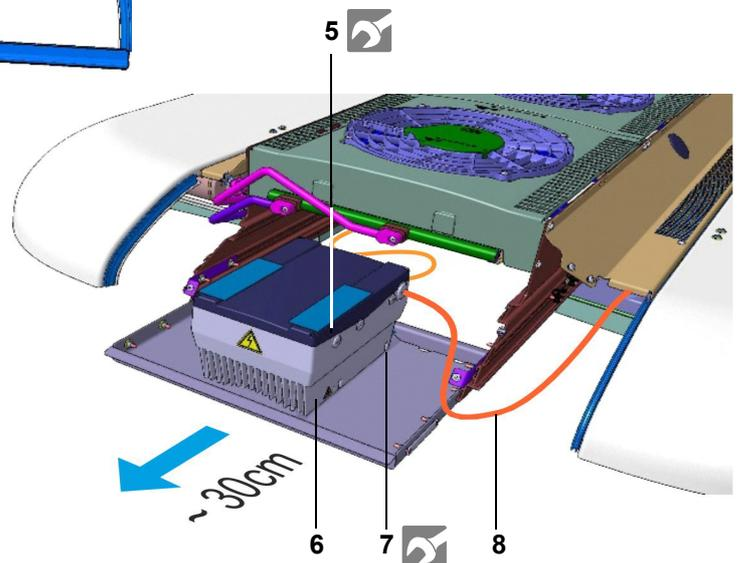

Abb. 802
- Konus Schrauben Abb. 802, Pos 7 lösen.